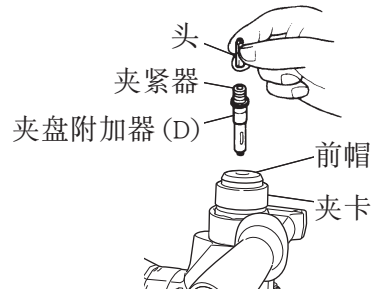

图 23
4. 旋机械螺丝时(图 23)
5. 旋木螺丝时 (图 23)